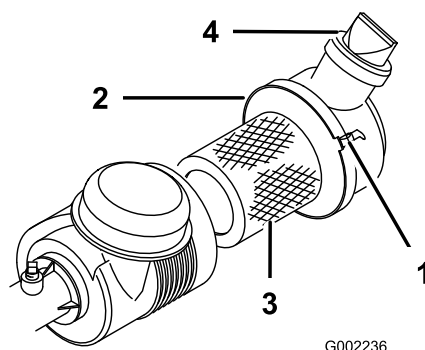

Figura 38
Controllare la struttura del filtro dell'aria per verificare che non vi siano danni che potrebbero causare una perdita d'aria. Assicuratevi che lo scodellino parapolvere sia saldamente sigillato sul filtro dell'aria. Sostituire il filtro dell'aria se danneggiato. Comprimate la valvola (Figura 38) prima di ogni utilizzo per pulirla da polveri e detriti. Eseguite la manutenzione del filtro dell'aria ogni 100 ore.
3. Allentare la cinghia del filtro dell'aria che tiene fissato il coperchio del filtro al corpo del filtro stesso (Figura 38) e separare il coperchio dal corpo.
7. Fissate saldamente la cinghia (Figura 38).
4. Installate il coperchio con la valvola diretta verso il basso e fissate la cinghia (Figura 38).